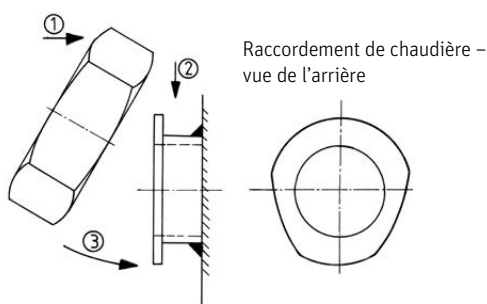

Fig. 26 Mise en place de l'écrou raccord
Placer l'écrou raccord dans le haut sur le raccordement de la chaudière ①, le pousser vers le bas ② et l'enfiler dans le bas ③ - Fig. 26